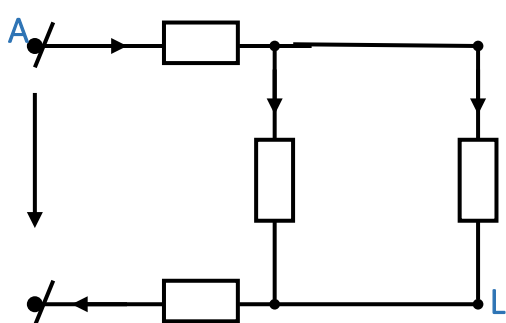

Рисунок 5.3
3. Рисунок 5.3 $R_{456} = R_4 + R_{56} = 5 + 1,5 = 6,5\text{Ом}$